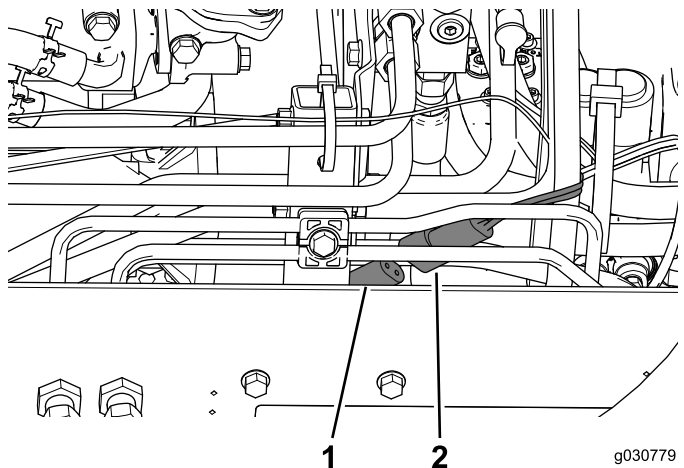

Figura 50
2. Conecte el conector de alimentación de la cabina al conector del lado derecho de la máquina (Figura 50).